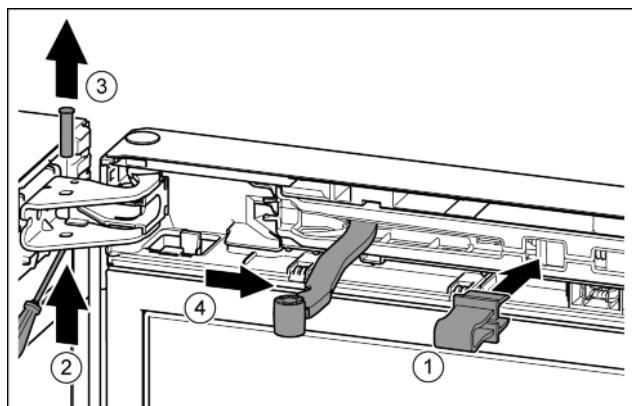

Fig. 8
- Зафіксуйте запобіжник в отворі. Fig. 8 (1)
► Виштовхніть палець за допомогою викрутки. Fig. 8 (2)
► Вийміть гвинт нагору. Fig. 8 (3)
► Поверніть шарнір у напрямку дверцят. Fig. 8 (4)